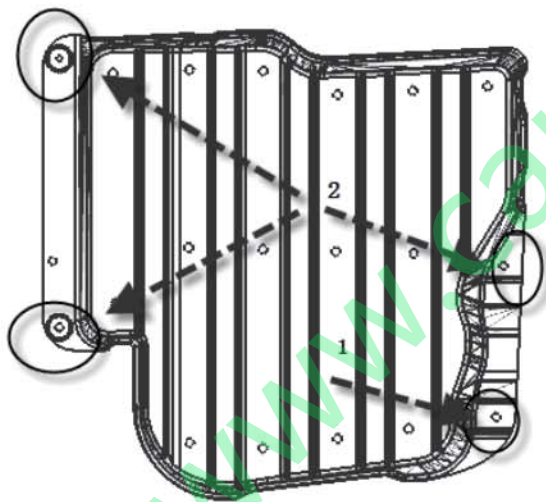

图 4-8-1 油管防护板的拆卸示意图
(1) 用按图 4-8-1 中箭头所示,用一字起在 1 孔处依次拆卸 1 个子母扣;
(2) 红色圈处用 10#套筒拆卸 3 个六角头自攻锁紧螺钉与平垫圈组合件。